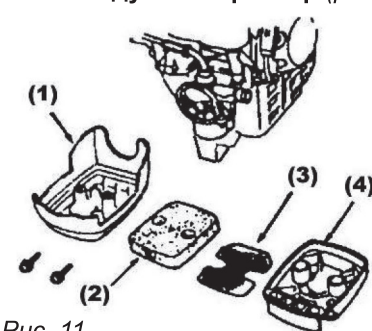

Рис. 11
9.1. Воздушный фильтр (*рис. 11*)